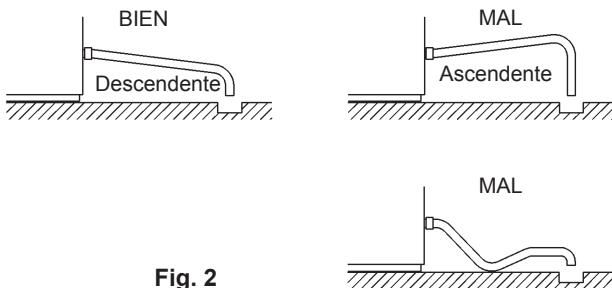

Fig. 2
- * Para impedir el retorno a la cuba de almacenamiento, el tubo de salida debe disponerse como se muestra en la Fig. 2.